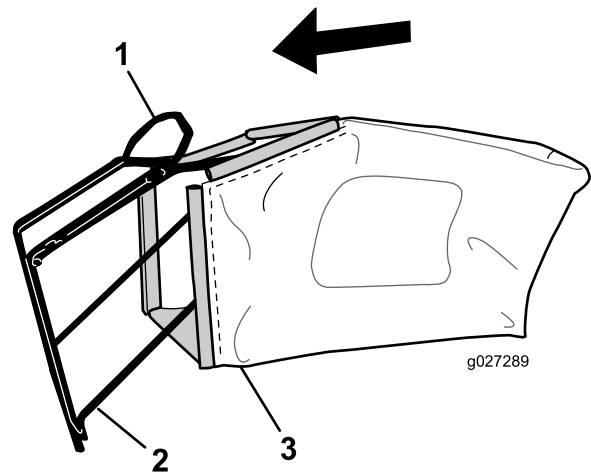

Figura 9
1. Infilate il cesto di raccolta sopra il telaio come illustrato in Figura 9.
**Nota:** Non infilate il cesto sopra la maniglia (Figura 9).